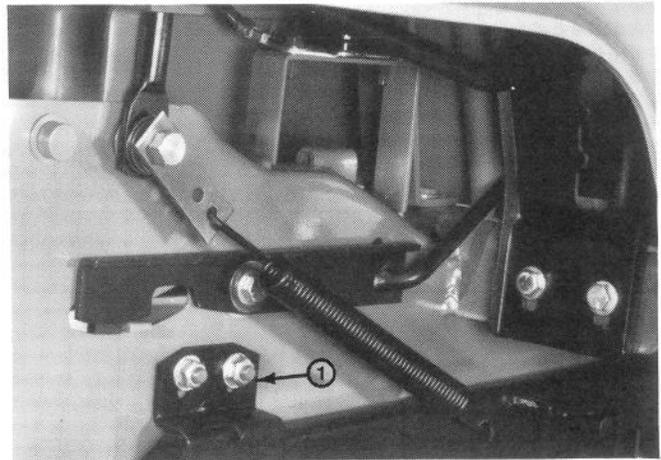

Fig. 26
4. Si la hauteur de la pointe n'est pas dans la limite des 3 mm, mettre l'unité de coupe de niveau en desserrant l'écrou six-pans de la fixation de la barre pivot droit et en relevant ou abaissant la fixation (Fig. 26).